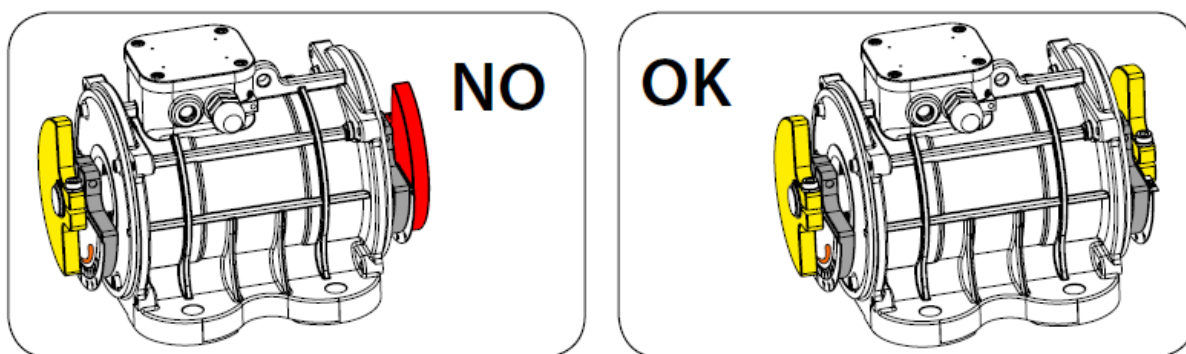

Fig.1
- Дебалансы должны быть установлены таким образом, что бы они имели одинаковое направление вращения на обоих концах. (Рис. 1).